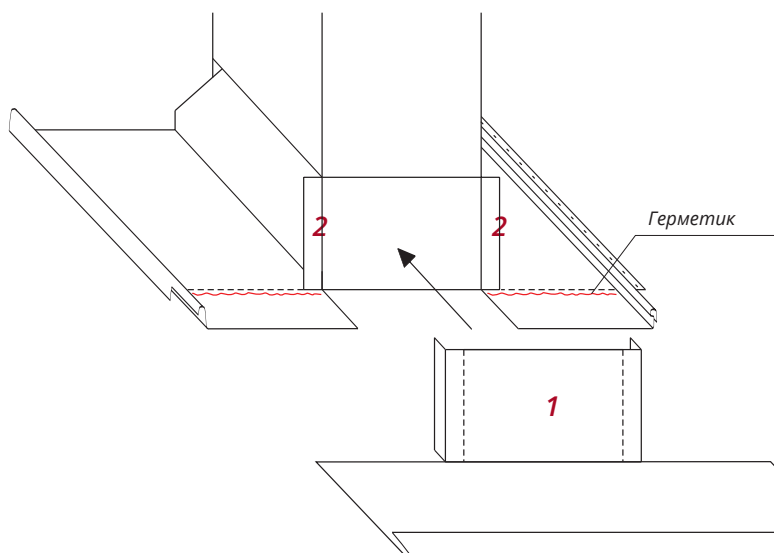

Рисунок 9
- Соедините Планку примыкания верхнюю **1** одинарным фальцем к отгибам на панелях **2** (рис. 9).